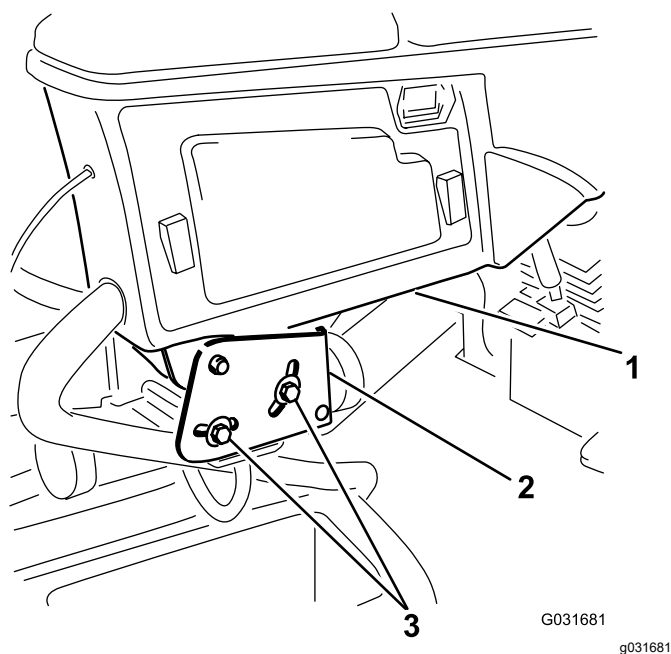

Рисунок 4
1. Ослабьте два болта крепления рычага управления к крепежному кронштейну (Рисунок 4).